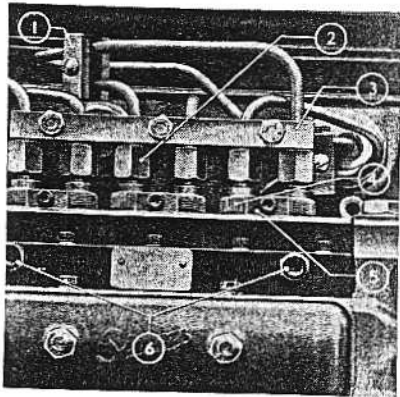

Fig. 31
4. Verwijder de verstuiverleidingklemmen (fig. 31).